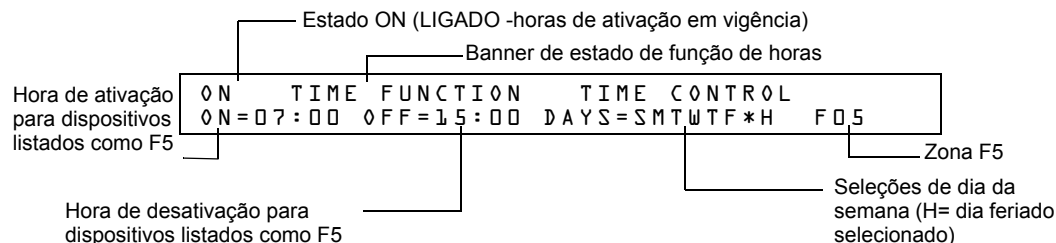

Figura A.4 Exemplo de leitura de estado para a função Horas
O controle de horas está ativo para todos os dias da semana listados em F5 ou F6. Os dias feriados (Holidays) listados em F7 ficam excluídos, a menos que Holidays (H, dias feriados) seja incluído na seleção de dias da semana de F5 e F6 (como aparece na Figura A.4). Insira as funções de horas em formato de 24 horas com a hora de desativação (OFF) posterior à de ativação (ON). Faça sempre reset no painel de controle depois de mudar a programação quando utilizar o controle horário.